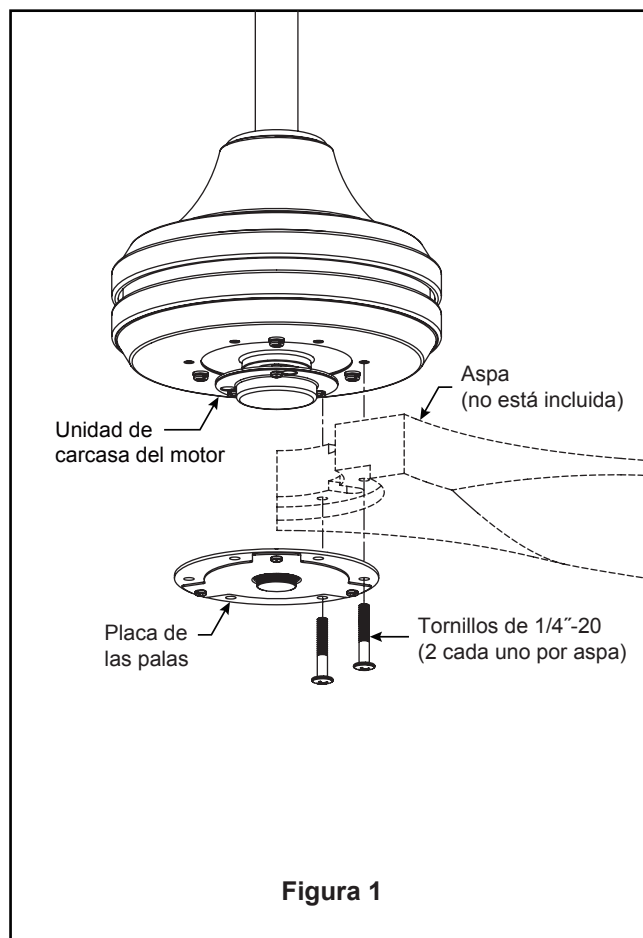

Figura 1
- ☐ **1. IMPORTANTE:** El uso de un regulador de la intensidad completa (no incluido) para controlar la velocidad del ventilador dañará el dispositivo. Para reducir el riesgo de incendio o descarga eléctrica, no utilice dicho regulador para controlar la velocidad del ventilador. (Figura 1)